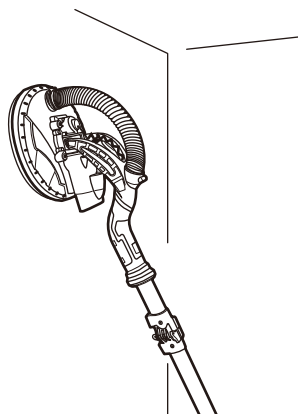

Fig. 15
- > Aplique algo de presión en el cabezal de la herramienta de modo que el papel de lijado pueda contactar con la superficie de trabajo (Fig. 15 y 16).